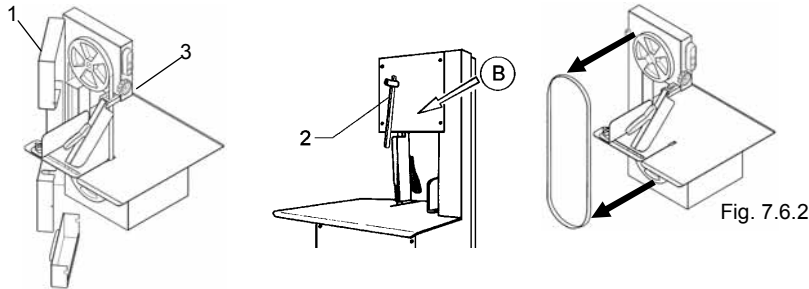

Fig. 7.6.2
### 7.6.2 Sostituzione della lama (Fig. 7.6.2)
- Correr la palanca "2" hacia abajo, como lo indica la Fig. 7.6.2 con la flecha "B".